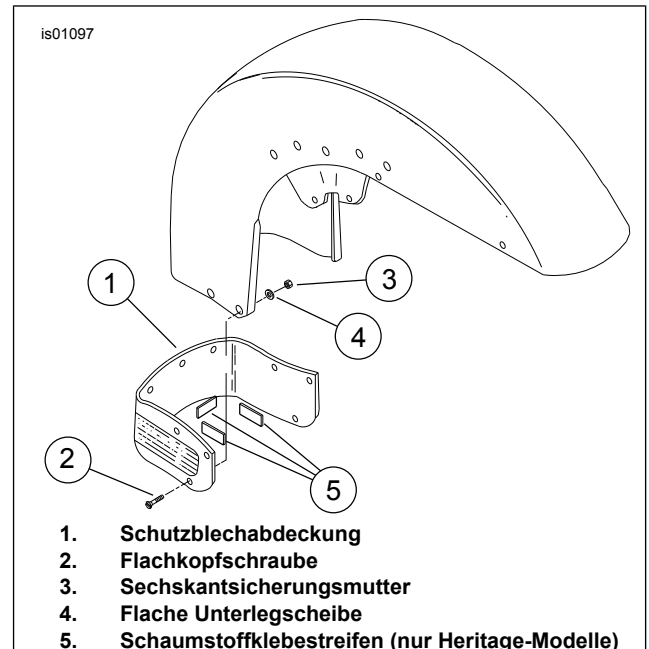

Abbildung 1. Vorderradschutzblech-Zierrahmen und Befestigungsteile
1. Siehe Abbildung 1. Befestigungsteile (2) vom Original-Schutzblechzierrahmen entfernen.